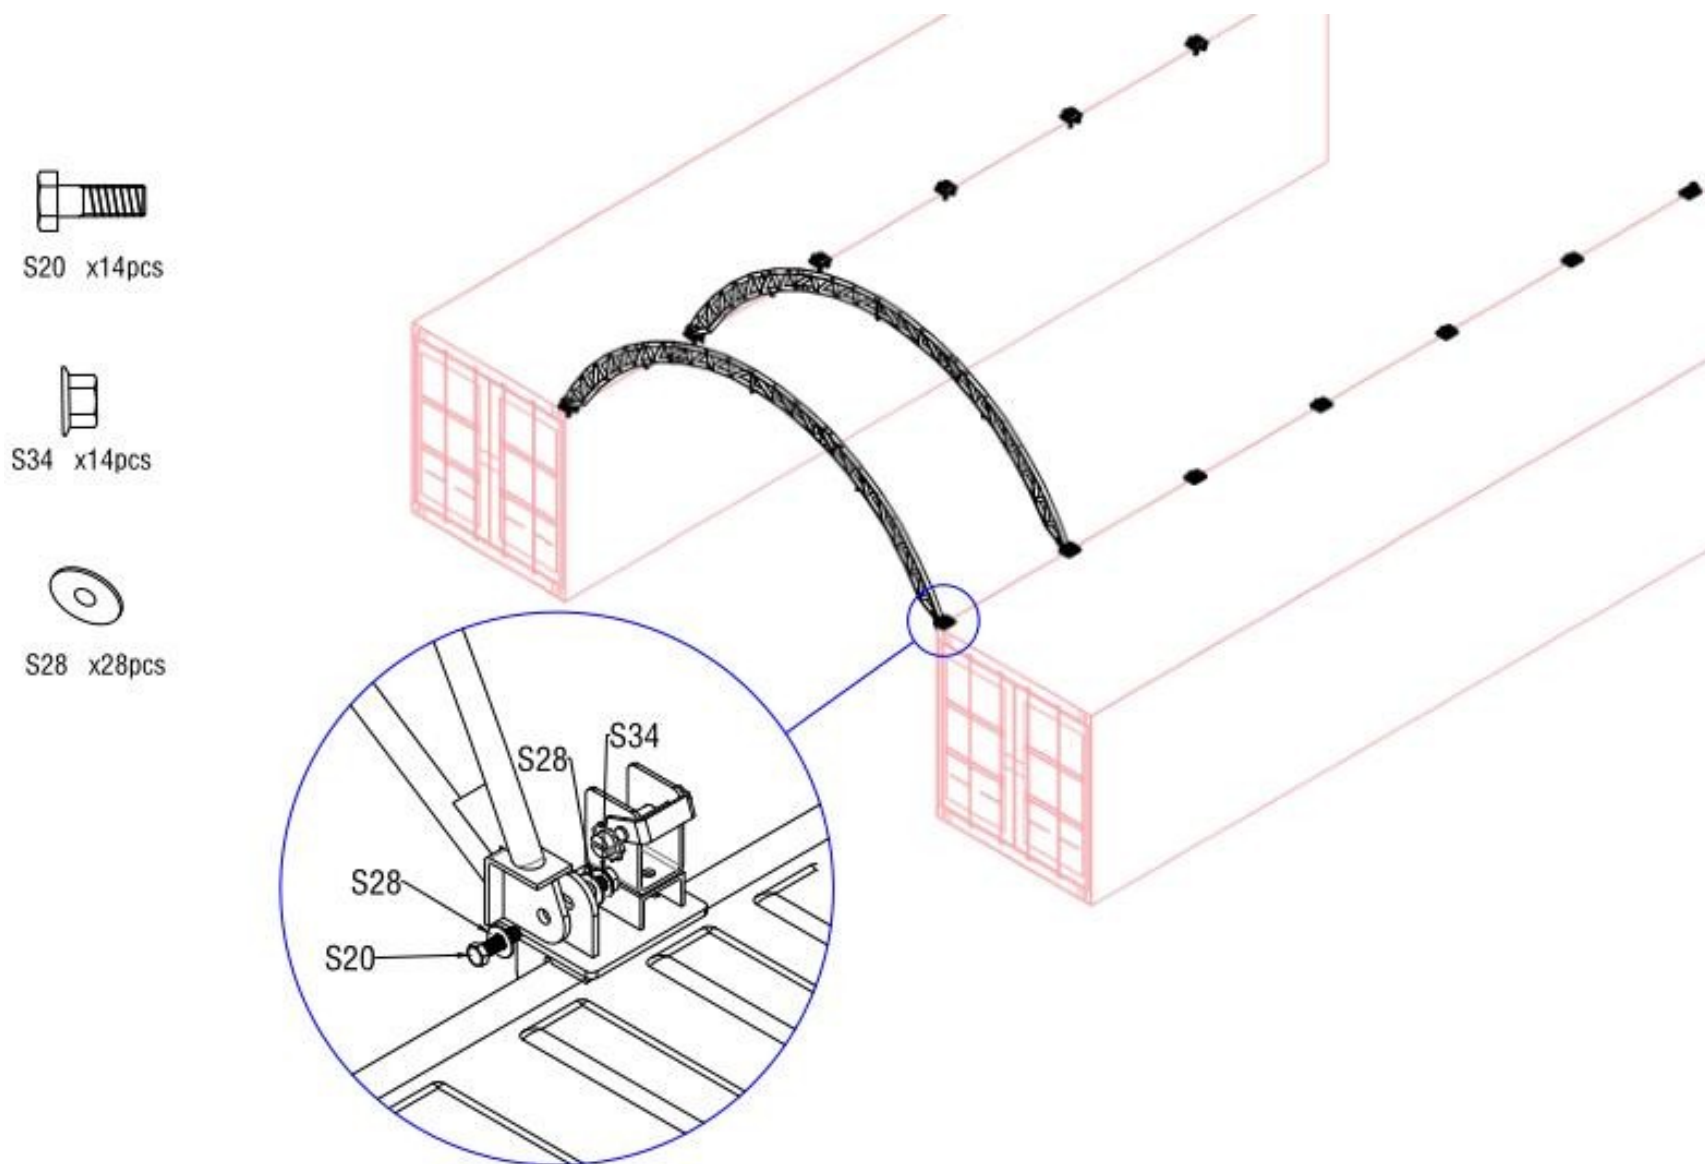

Figure 4
2.3 Soulevez une arche assemblée sur une plaque de base et fixez l'arche à la plaque de base à l'aide d'un boulon M14x50 mm (réf. S20). Fixez l'autre extrémité de l'arche à la plaque de base opposée de la même manière, comme illustré à la figure 4.